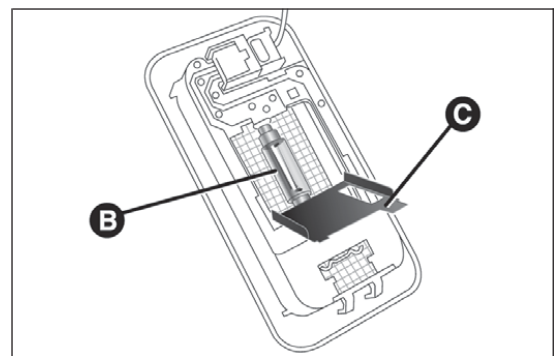

Abb. 43
- Die Klappe C Abb. 43 öffnen und die Lampe B ersetzen, indem sie aus den seitlichen Kontakten gelöst wird.